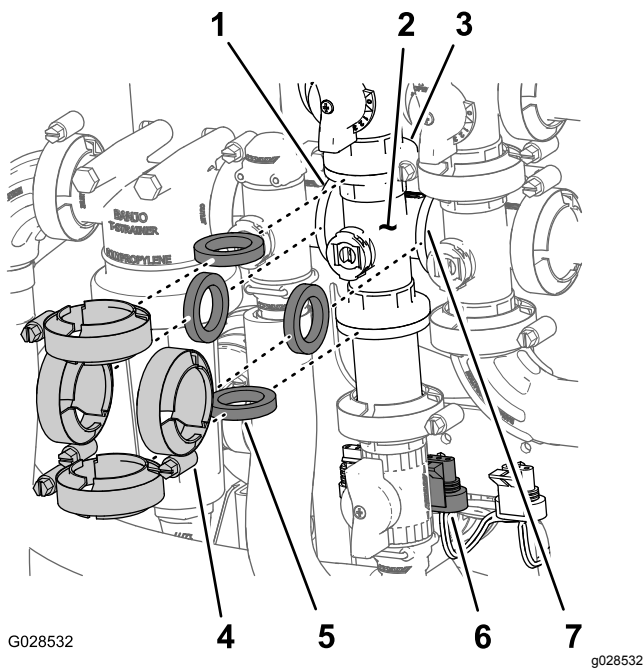

Figura 90
1. Retire las abrazaderas y las juntas que sujetan el distribuidor de la válvula de agitación (Figura 90) a la válvula de desvío de agitación, la válvula de control de caudal, la válvula maestra de los brazos y el acoplamiento del adaptador (válvula de restricción de agitación).